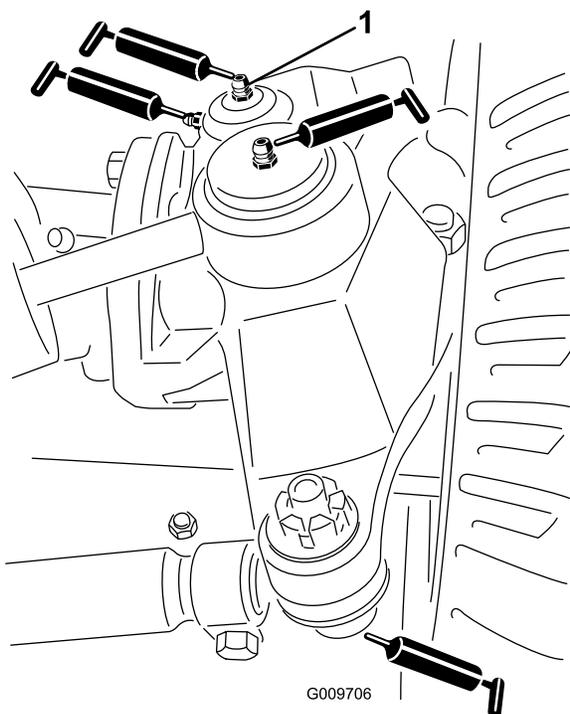

Рисунок 37
- Шаровые опоры гидроцилиндра рулевого управления (2 шт.), как показано на Рисунок 37
- Шаровые опоры поперечной тяги (2 шт.), как показано на Рисунок 37
- Втулки поворотных шкворней (2 шт.), как показано на Рисунок 37